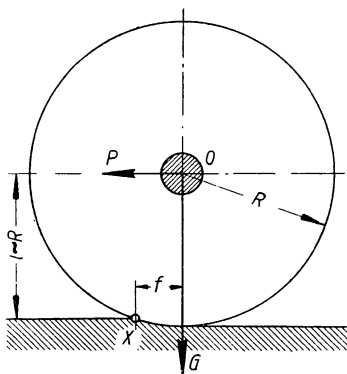

Bild 260
**Lösung:** Das rollende Rad und seine Unterlage drücken sich einander ein (Bild 260). Die Rollbewegung des Rades kann aufgefaßt werden als eine Kippbewegung um die vor der Radmitte liegende Kante  $X$ . Die waagerechte Kraft  $P$ , welche an der Achse angreifen muß, um das  $G$  kg schwere Rad fortzurollen, ergibt sich aus der Gleichung der statischen Momente für Drehachse  $X$ :